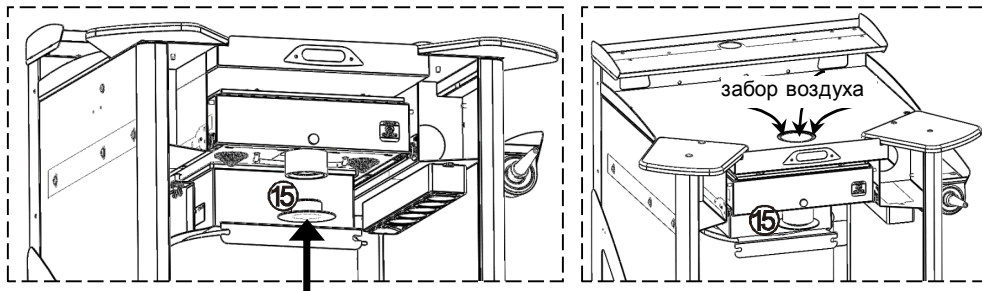

Рис.6
В исходном состоянии заглушка (15) установлена в дополнительный вход УПЗ: забор воздуха происходит через основной вход - отверстие в столешнице, рис.6.